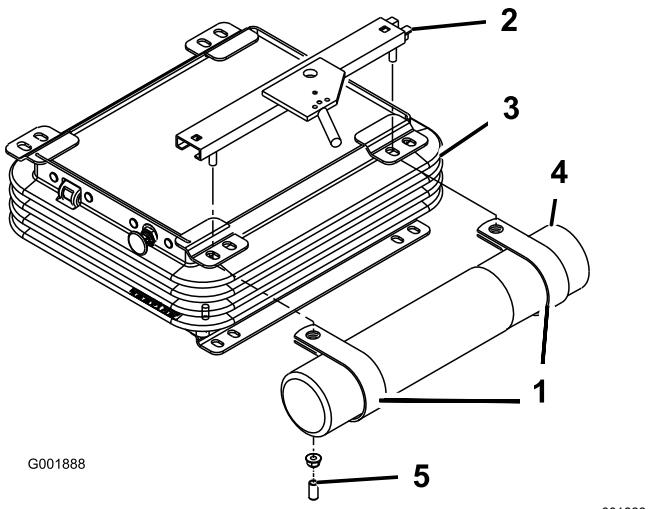

Figura 7
2. Remova as 2 porcas e as cunhas de vinil (se estiverem instaladas) que fixam o suporte superior do banco no lado esquerdo da suspensão do banco (Figura 7).
3. Monte, sem apertar, as braçadeiras R nos pernos do suporte do banco com as 2 porcas que retirou anteriormente (Figura 7).
4. Instale o tubo manual nas braçadeiras R e aperte as porcas (Figura 7).